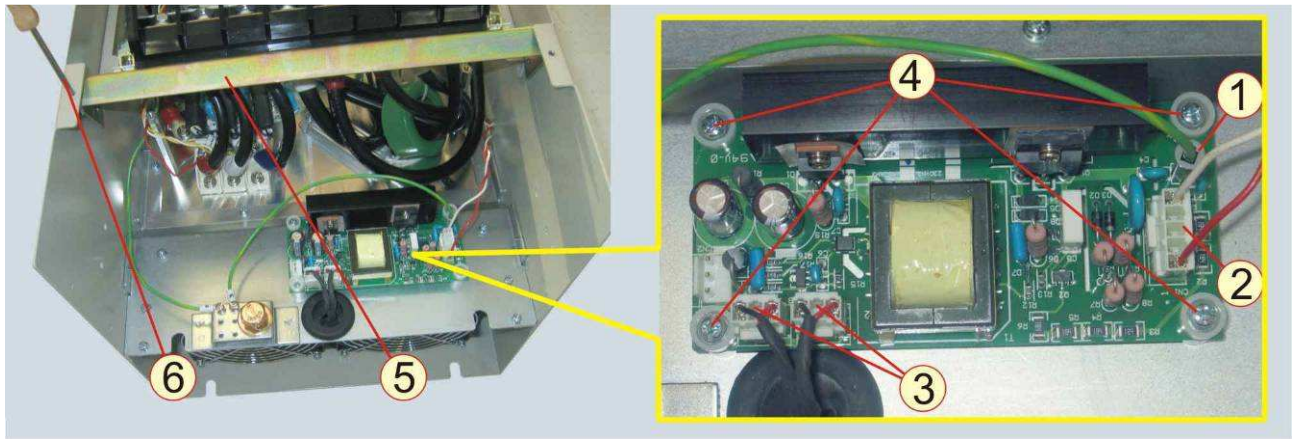

Рисунок 7.19 – Установка платы питания вентиляторов
7.9.2 Взять плату питания вентиляторов, установить ее на панели радиатора, вкрутить четыре винта 4 (рисунок 7.19).
7.9.3 Соединить розетки кабелей и проводов (рисунок 7.19):